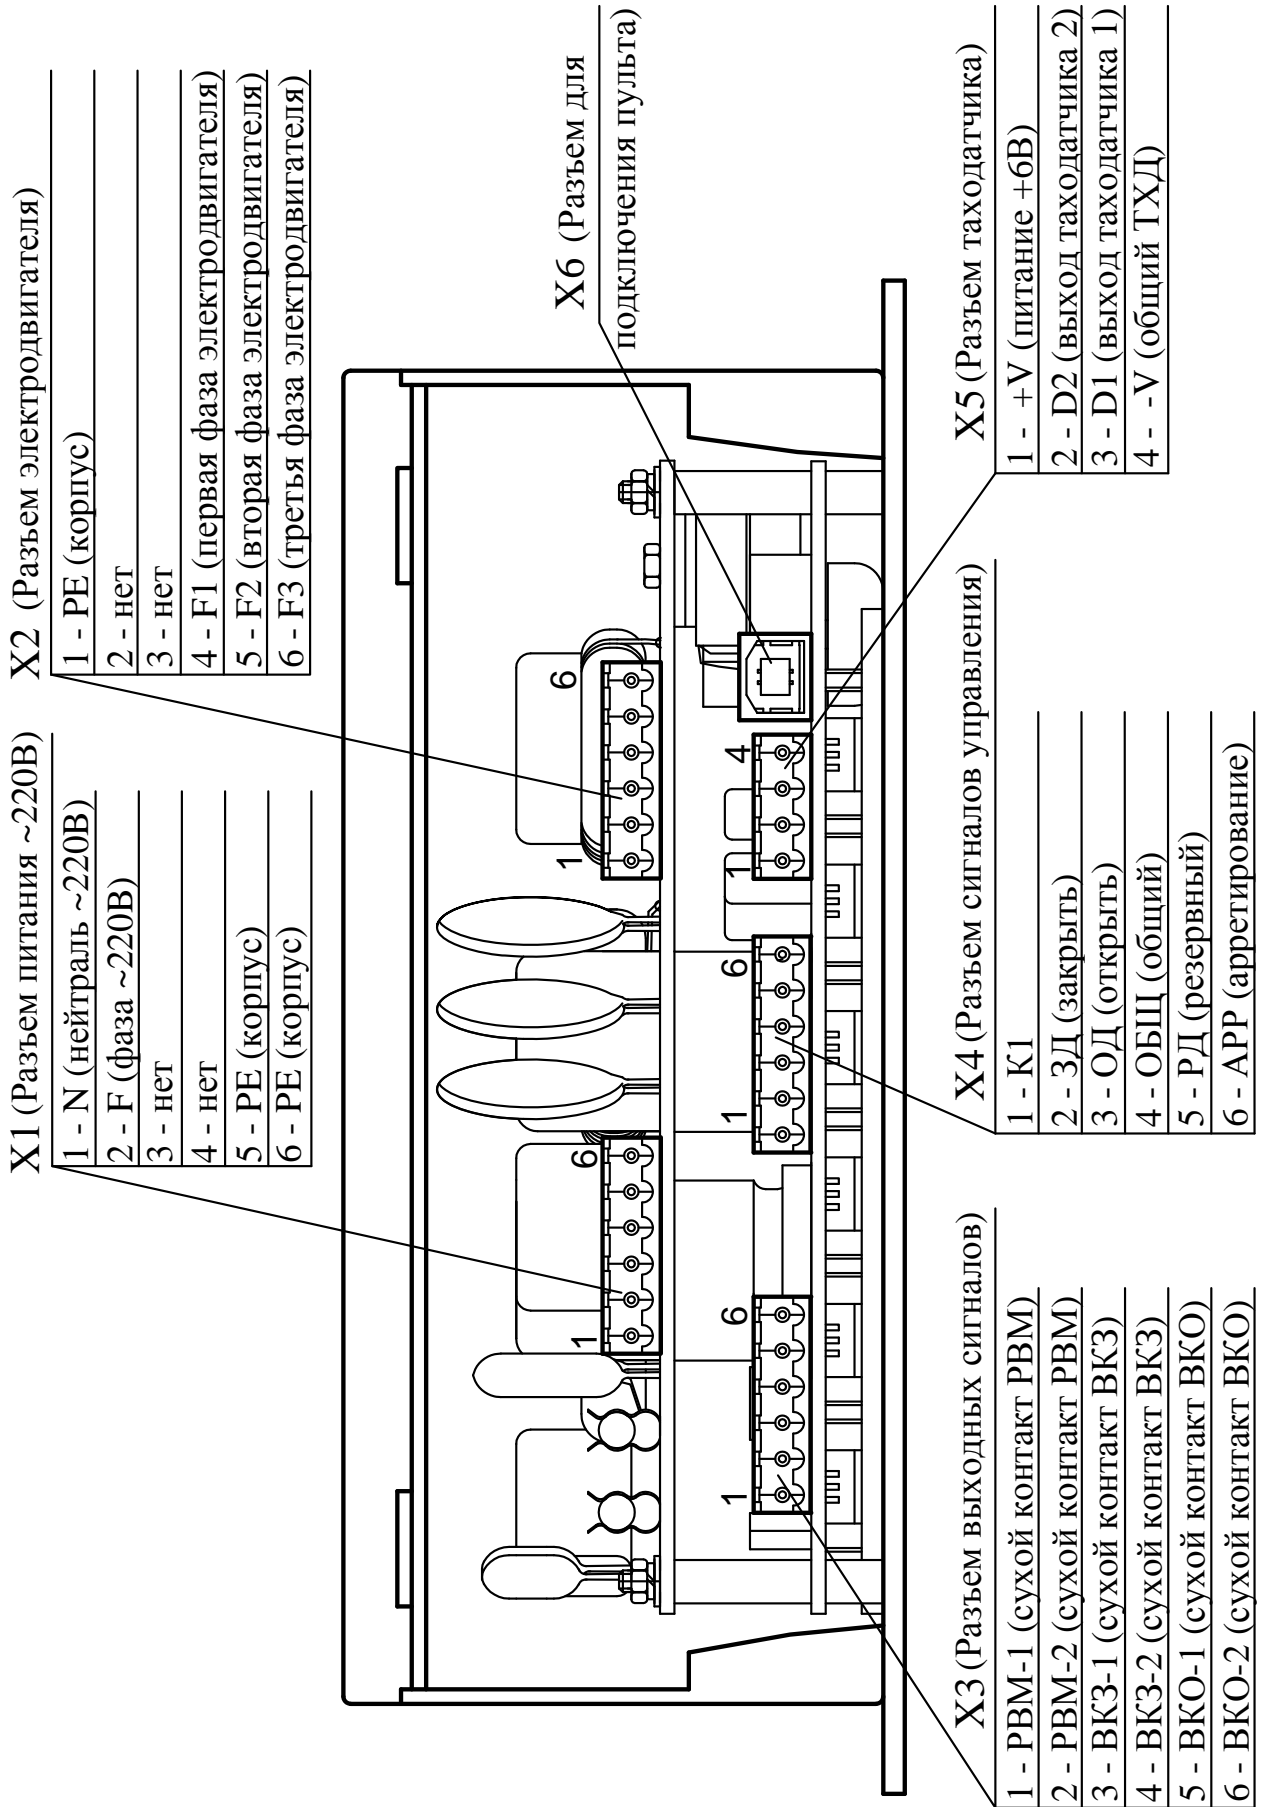

Рис.8. Подключение внешних разъемов БУАД-7-60.
4.2. Присоединение *Устройства* к сети, асинхронному электродвигателю и к шине управления осуществляется с помощью разъемных клемников в соответствии с **рис.8**. Подводящие провода могут быть вложены в металлорукава или пластмассовый рукав диаметром не более 16 мм. Рукав закрепляются заглушками *Устройства*.
4.4. Назначение контактов разъемов на **рис.8** приведено ниже: